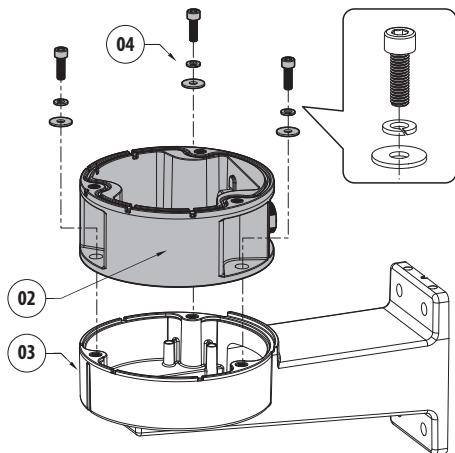

Abb. 2
Bei einer Installation in Kombination mit der Halterung UEBW die Halterung mit Steckverbindern mit Schnellkupplung (02) an der Wandhalterung (03) befestigen. Hierzu die im Lieferumfang enthaltenen Schrauben und Unterlegscheiben (04) verwenden und dabei auf die Ausrichtung der beiden Halterungen achten (Abb. 2, Seite 3).